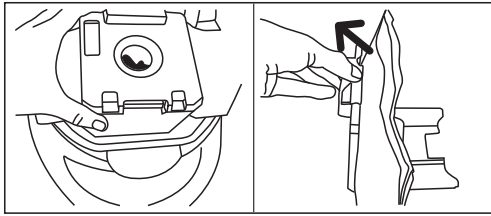

Fig.4
- 2 Cuando necesite cambiar la bolsa contenedor de polvo (7) por una nueva desconecte el aspirador y actúe de la siguiente manera:
- Presione el pulsador de apertura de la bolsa-contenedor de polvo (5) y levante la tapa.
- Extraiga completamente el soporte de la bolsa contenedor de polvo (8), presione la pestaña que sujeta la bolsa para liberarla y deposítela en la basura. Fig. 4